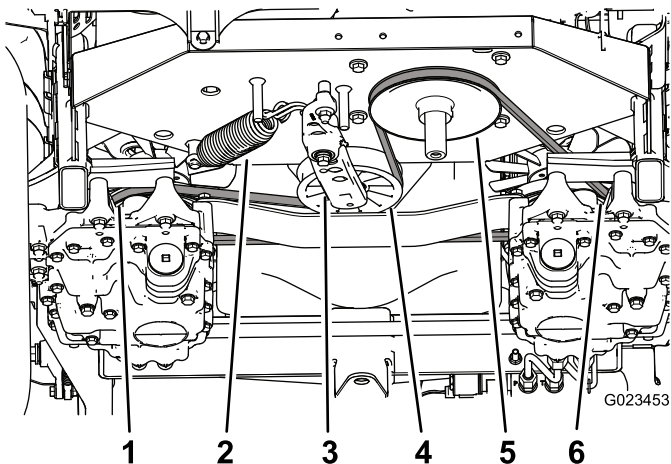

Bild 55
3. Setzen Sie eine Ratsche in das rechteckige Loch im Spannarm ein, um die Spannung an der Spannscheibenfeder zu lösen (Bild 55), nehmen Sie dann den Riemen von der Spannscheibe.
4. Haken Sie die Spannscheibenfeder vom Spannarm und vom Rahmen aus (Bild 55).
9. Haken Sie eine Feder am Spannarm und am Rahmen ein (Bild 55).